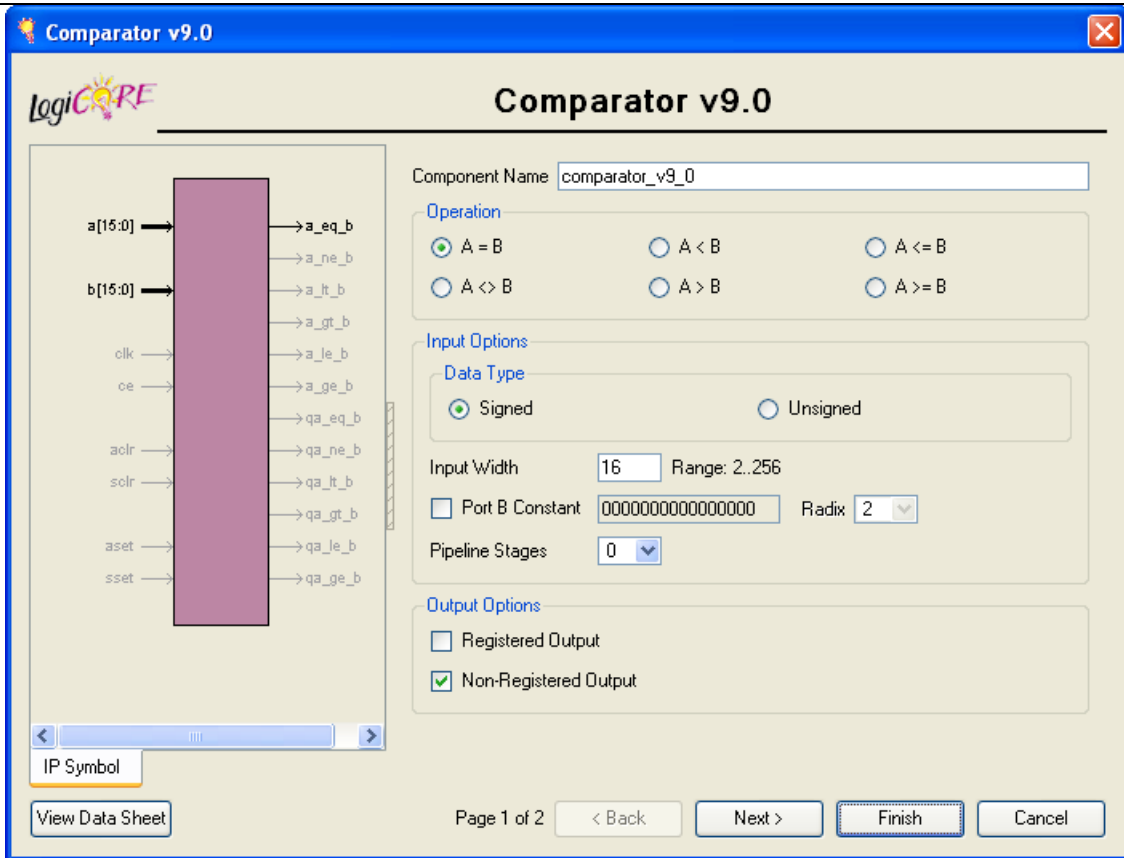

图 2.58 设置 IP 参数
- (3) 新建 IP 的窗口中会显示最新版本的 IP，如果设计者希望使用其他版本的 IP，可以在窗口顶端的版本下拉菜单中选择。
- (4) 如果设计者希望了解 IP 的使用方法，可以在右边窗口中单击“View Data Sheet”，打开相应 IP 的数据手册。
- (5) 当不知道 IP 所属的分类的时候，可以单击“View by Name”选项卡，IP 会以名称为顺序排列。
- (6) 找到 IP 后，可以双击 IP 名称开始设置 IP，也可以单击“Customize”开始设置 IP 参数，如图 2.58 所示。